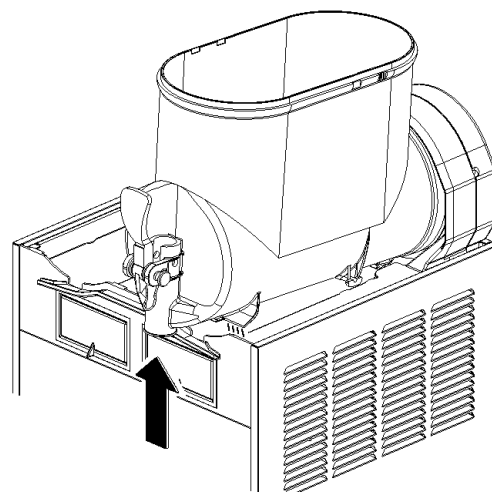
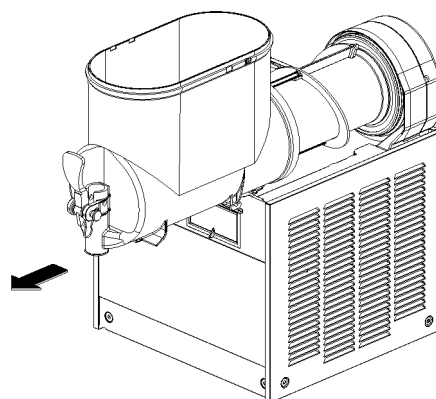

figura 7
figura 8
- 2** Smontare il contenitore spingendone leggermente la parte inferiore (lato rubinetto) verso l'alto per liberarne gli agganci inferiori (vedere figura 7) e sfilandolo successivamente dai davanti (vedere figura 8).